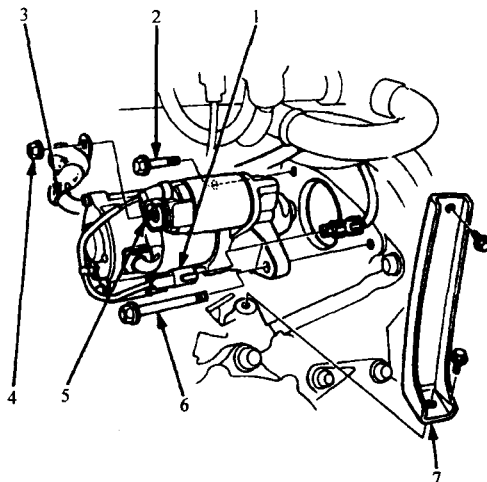

图 1-9 起动机的固定——魄力和 2.5TL 车型
①将起动机放置到发动机上，安装固定螺栓，将其拧紧至 33 lbf·ft (44N·m)。
②连接起动机接线。
③安装进气管。
④重新接上蓄电池负极接线。输入收音机安全代码。检查起动机工作情况。
(2) 2.5L (G25A1、G25A4) 发动机 (图 1-9)